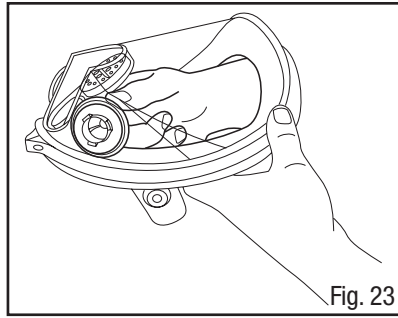
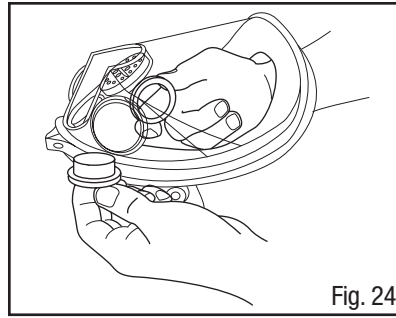

Fig. 23
Fig. 24
2. Quite el anillo tipo bayoneta al girar en sentido contrario a las manecillas del reloj 1/4 de vuelta (Fig. 23).
3. Quite la bayoneta del ensamble de visor (Fig. 24).
5. Quite los ensambles tipo bayoneta al girar los anillos de bayoneta en sentido contrario a las manecillas del reloj 1/4 de vuelta (Fig. 23) y quitar las bayonetas del ensamble de visor (Fig. 24).